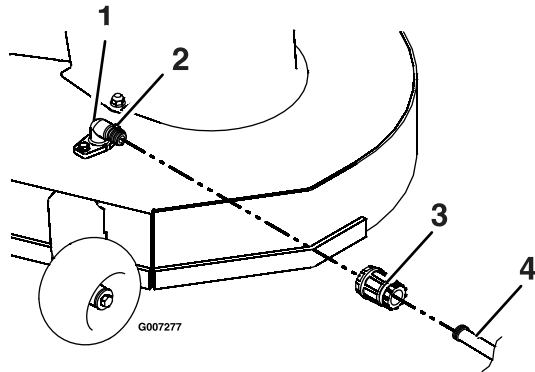

Figura 52
3. Conecte el acoplamiento de la manguera al extremo del conector de lavado del cortacésped, y abra el grifo al máximo (Figura 52).